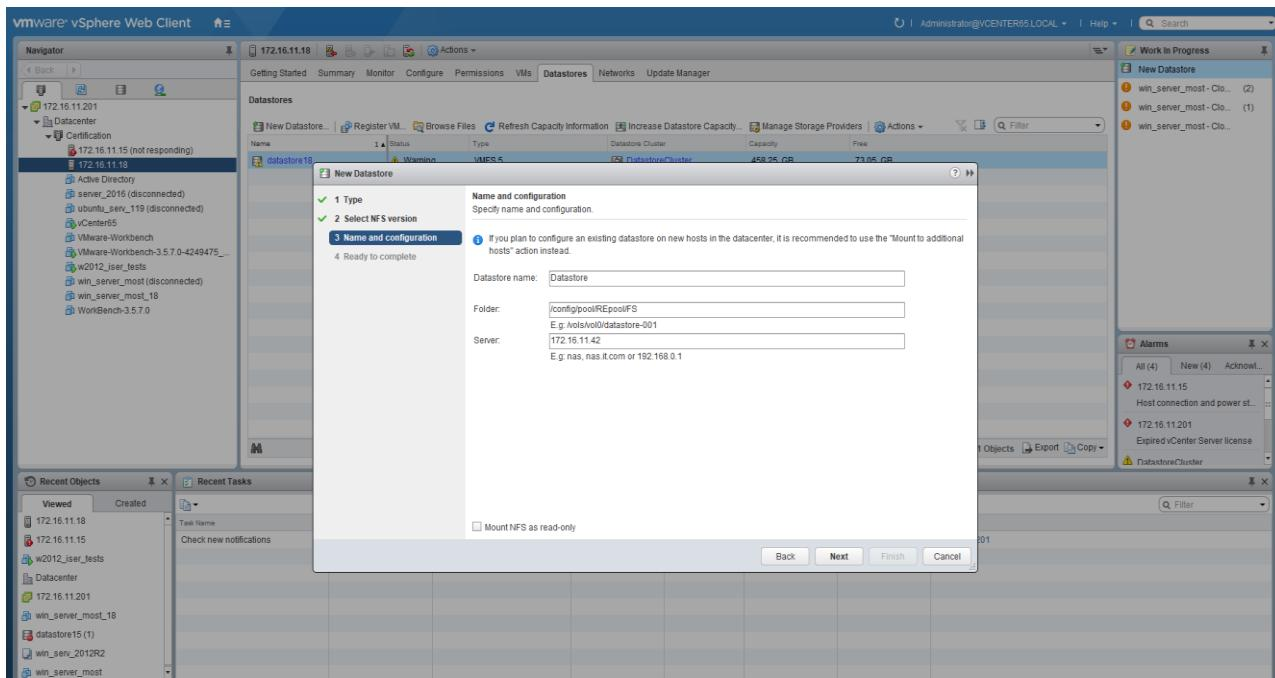

Рисунок 94 – Данные NFS папки
8. Введите в соответствующие поля требуемые данные (см. Рисунок 94):